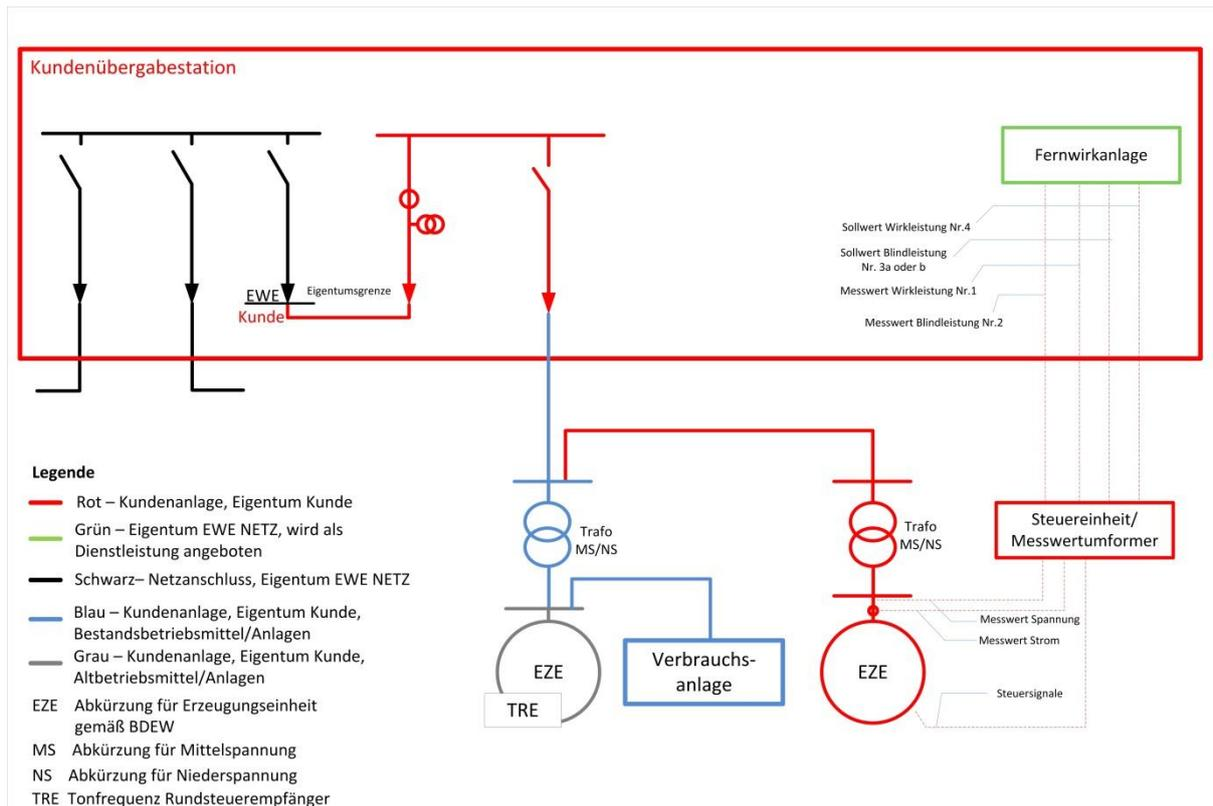

Bild 18: Signalübertragung bei einer Erweiterung einer Altanlage mit Verbrauchsanlage mit einem oder zwei Energiearten
**Hinweis Bild 18:** Sie möchten Ihre Bezugs bzw. Verbrauchsanlage erweitern und am selben Netzanschlusspunkt eine Erzeugungsanlage installieren? Dann müssen Sie dabei folgendes beachten und in Ihrem Regelkonzept oder der Anlagenplanung berücksichtigen: